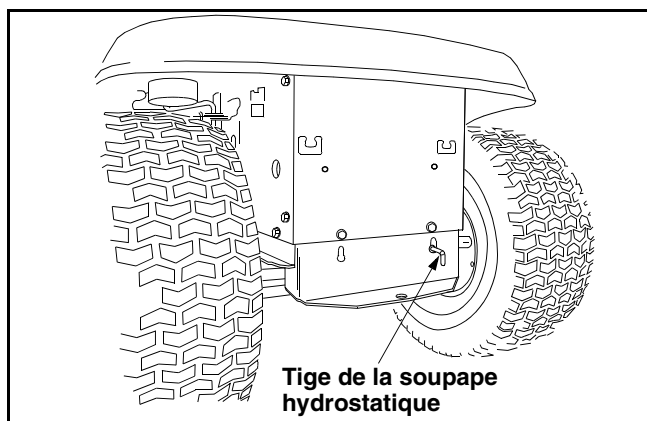

Figure 11
- Localisez la tige de la soupape hydrostatique de dérivation sur l'arrière du tracteur. Voir la Figure 11.